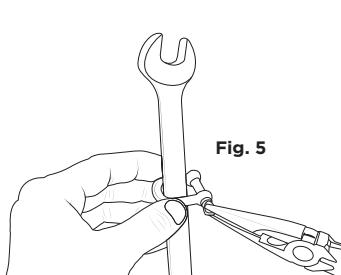

Fig. 5
6. Use a pliers to firmly tighten the crossbar [fig. 5].
6. Utilice una pinza para ajustar firmemente la barra [fig. 5].